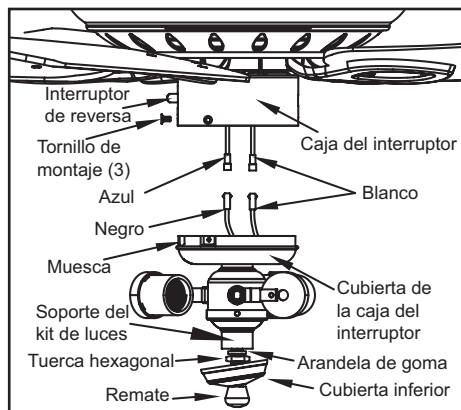

Figura 16
1. Quita los tres tornillos de montaje en la cubierta de la caja del interruptor del soporte de las luces (Figura 16).
3. Conecta los cables del soporte del kit de luces a los cables de la caja del interruptor del ensamblado del motor, al conectar los enchufes con adaptadores moldeados (azul con negro, blanco con blanco). Coloca con cuidado todos los cables y empalmes dentro de la caja del interruptor (Figura 16).
4. Alinea los tres orificios para tornillos en la cubierta de la caja del interruptor con los orificios para tornillos en la caja del interruptor. Coloca la cubierta de la caja del interruptor sobre esta última e instala los tres tornillos que aflojaste en el paso 1. Aprieta los tres tornillos (Figura 16).